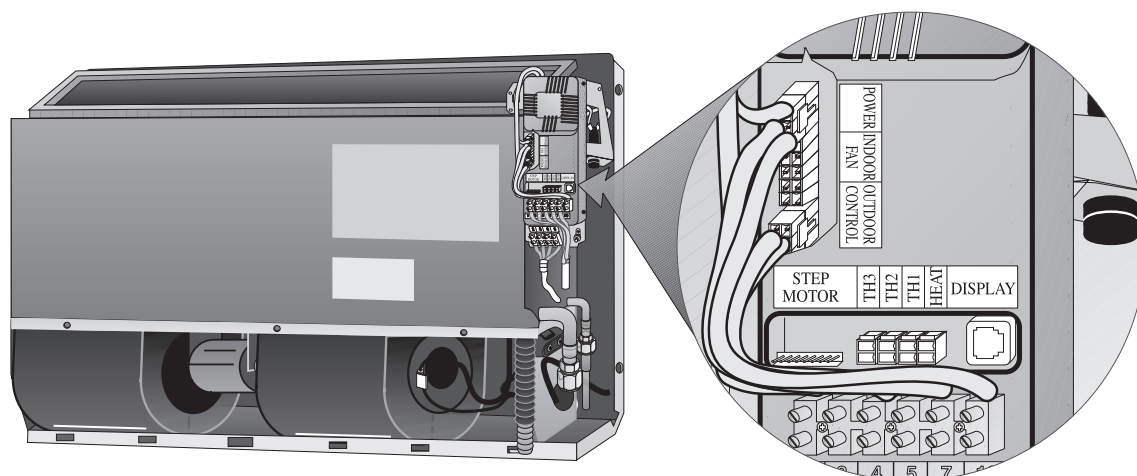

Рис. 7
**Примечание:** Проследите за тем, чтобы кабели шагового двигателя и пульта управления были отсоединены от электронного блока управления (см. рис. 7).
- Подсоедините кабель двигателя к разъему, помеченному STEPPED MOTOR (ШАГОВЫЙ ДВИГАТЕЛЬ), и кабель пульта управления - к разъему, помеченному DISPLAY (ИНДИКАТОР); см. рис. 7.